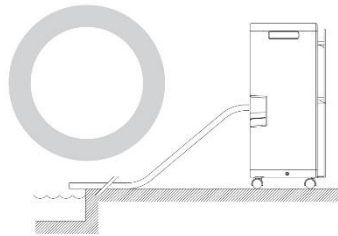

Fig. 2
- 3.6. Drenaggio corretto dell'acqua di condensa con collegamento al tubo flessibile! Assicuratevi che il tubo abbia sempre una leggera pendenza verso il basso (vedi Fig. 2 e Fig. 3).